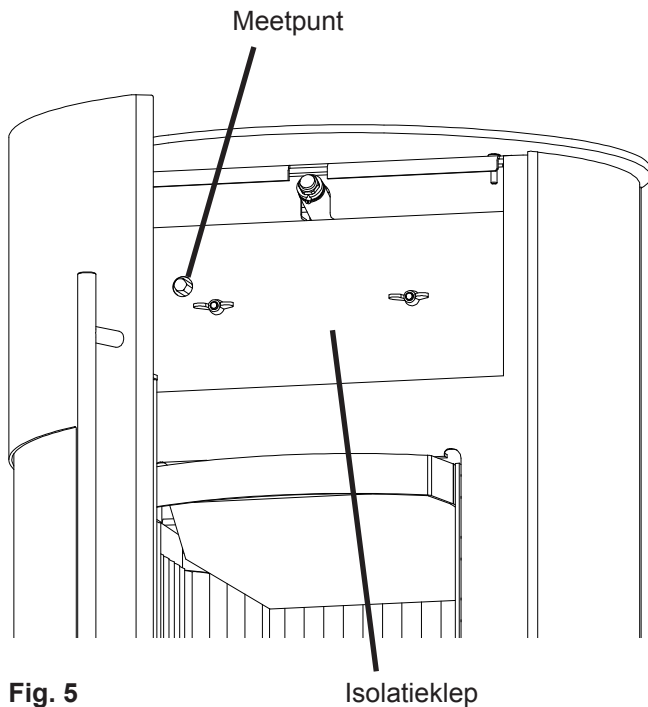

Fig. 5
- Isolatieklep boven de brandruimte-opening losschroeven (2 vleugelmoeren, Fig. 5).